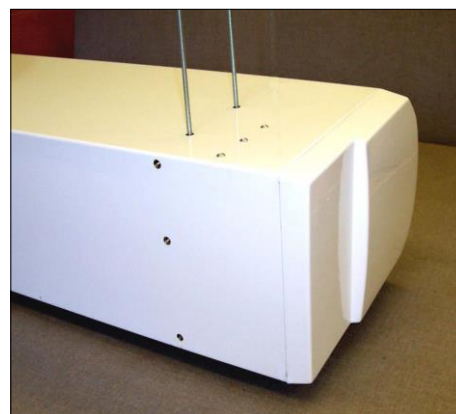

Fig. 3
Étape 1 Visser les tiges filetées dans tous les perçages de la face supérieure de l'appareil comme illustré sur la Fig. 3.